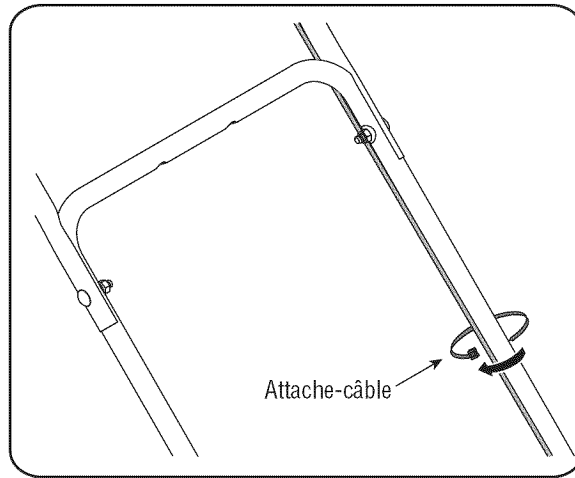

Figure 7
- Utilisez un attache-câble (fourni dans le sachet de boulonnerie) pour maintenir le câble à la base du guidon inférieur de gauche. Coupez tout excès sur l'attache-câble. Voir la Figure 7.